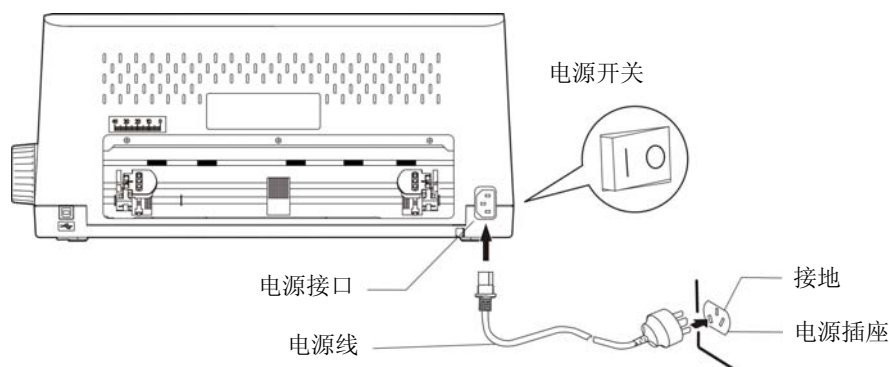

图 2-15 连接电源线
1. 如图 2-15 所示，确保打印机为关机状态（当开关被按下的一侧在“O”标注处时为关机状态）。